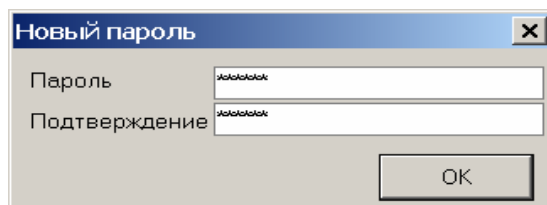

Рис. 15. – Ввод пароля.
3.2. Для ввода пароля нажмите кнопку [...] справа от поля. В открывшемся окне **Новый пароль** (рисунок 15) вводим пароль в поля **Пароль** и **Подтверждение** и нажимаем кнопку **ОК**.